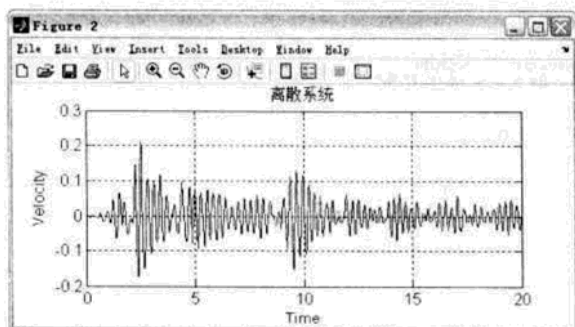
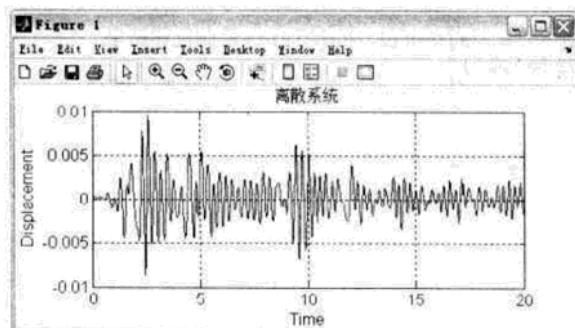

图 9.23 离散系统仿真速度输出结果
图 9.24 离散系统仿真位移输出结果
(4) 仿真结果。运行上述程序之后，会得到图 9.23 和图 9.24 所示结果。图 9.23 为结构响应速度曲线，图 9.24 为结构响应位移曲线。可比较结果图 9.23 与图 9.15，以及图 9.24 与图 9.16，可以发现，两种方法得到近乎一样的结果。